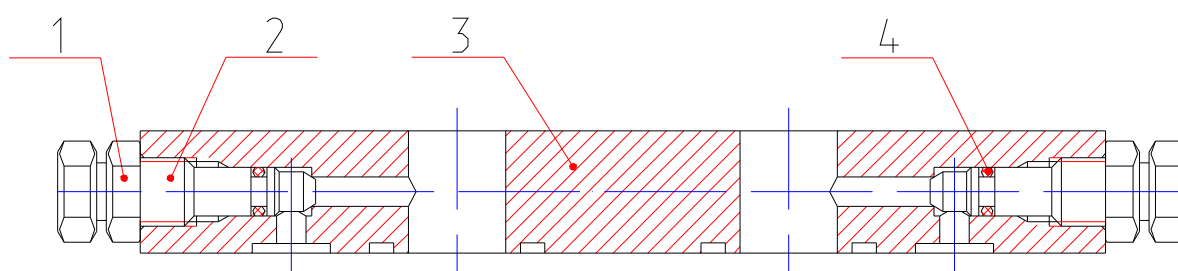

Рис. 65 Блок «плавающего» положения стрелы при буксировке
18. БЛОК «ПЛАВАЮЩЕГО» ПОЛОЖЕНИЯ СТРЕЛЫ ПРИ БУКСИРОВКЕ (рис. 65)